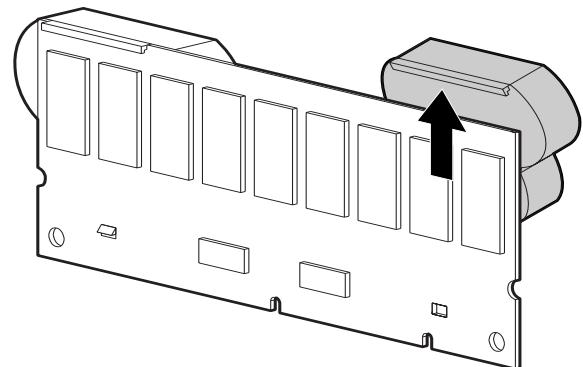

Abbildung 6: Entfernen des Akkus
3. Heben Sie den Akku an, damit er an der Oberseite frei gegeben wird. Siehe Abbildung 6.